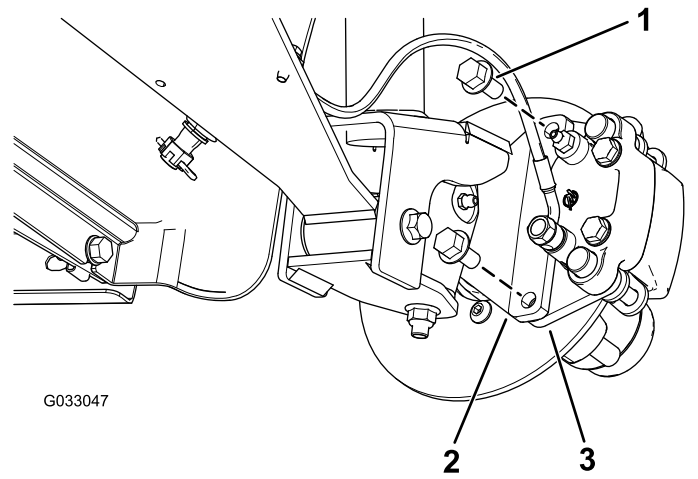
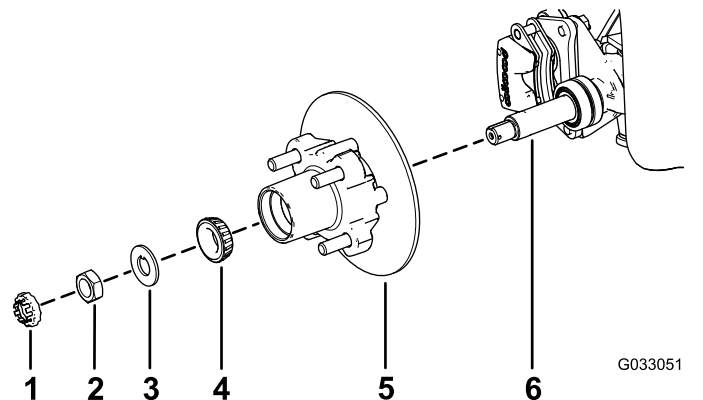

Bild 29
Bild 33
3. Entfernen Sie die Bundkopfschrauben ($\frac{3}{8}$ " x $\frac{3}{4}$ "), mit denen die Halterung für die Bremse an der Spindel befestigt ist, und nehmen die Bremse von der Spindel ab (**Bild 29**).
1. Fetten Sie die Spindel leicht mit der angegebenen Fettsorte ein (Bild 33).
2. Montieren Sie die Radnabe und den Drehzylinder an der Spindel mit dem Drehzylinder innen (Bild 33).
3. Montieren Sie das Außenlager an der Spindel und setzen das Lager auf den äußeren Lagerring (Bild 33).
4. Legen Sie die Nasenscheibe auf die Spindel (Bild 33).
5. Schrauben Sie die Spindelmutter auf die Spindel und ziehen Sie die Mutter auf ein Drehmoment von 15 N·m an, während Sie die Radnabe drehen um das Lager zu fixieren (Bild 33).
2. Fluchten Sie die Bremsbeläge mit jeder Seite des Drehzylinders (Bild 29) und die Löcher in der Bremsbackenhalterung mit den Löchern im Bremsenhalter des Spindelrahmens aus (Bild 33).
3. Befestigen Sie den Bremsbackenhalterung mit den beiden Bundkopfschrauben ($\frac{3}{8}$ " x $\frac{3}{4}$ ") am Spindelrahmen (Bild 29).